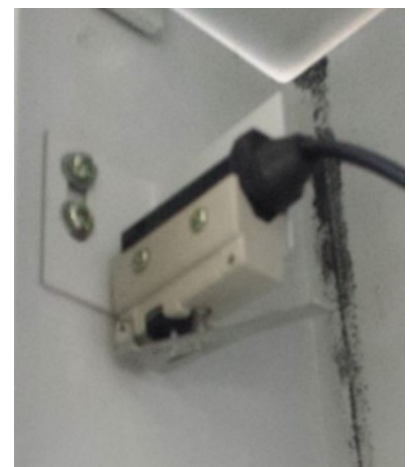

Fig.12c
9. Bevestig de limietschakelaar nu aan de binnenzijde van de kolom met de 2 M6*10mm boutjes (fig.12c).